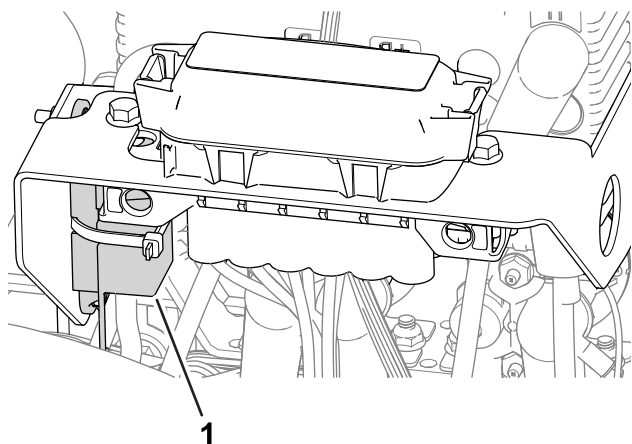

図 48
- 左ホイールモータのヒューズ60 Aは、マシン左側のカバーの下、リール駆動回路用ヒューズの近くにありません 図 48。